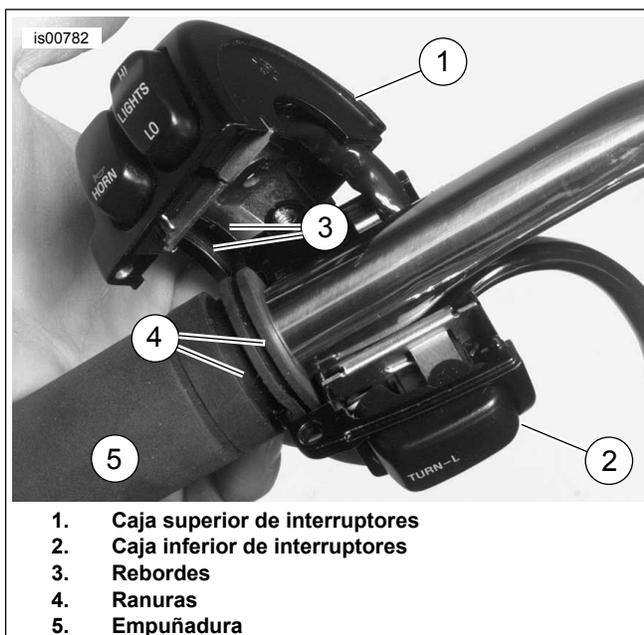

Figura 14. Cajas de interruptores del manillar izquierdo
- Vea Figura 14. Coloque las cajas superior (1) e inferior (2) de interruptores en el manillar. Asegúrese de que los rebordes (3) en el lado exterior de ambas cajas de interruptores encajen en las ranuras (4) moldeadas en la empuñadura (5).